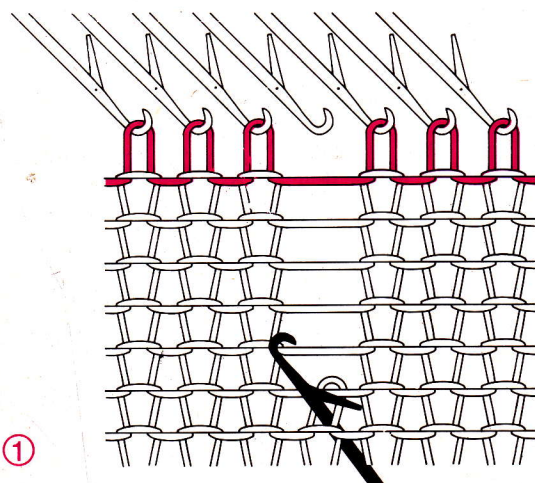

Fig. 194
- Pousser le remailleur à travers le tricot, de sorte que la maille glisse derrière le clapet et que le fil transversal soit dans le crochet (fig. 194),